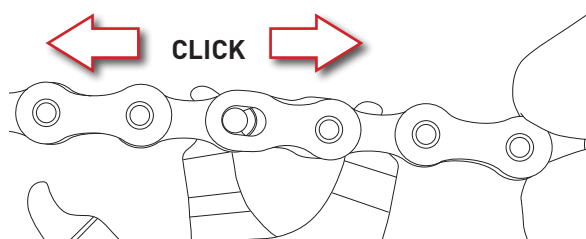

Fig.11
- Premete la pinza fino ad avvertire un click dovuto al posizionamento dei due perni nella zona delle asole a diametro inferiore (Fig. 11).